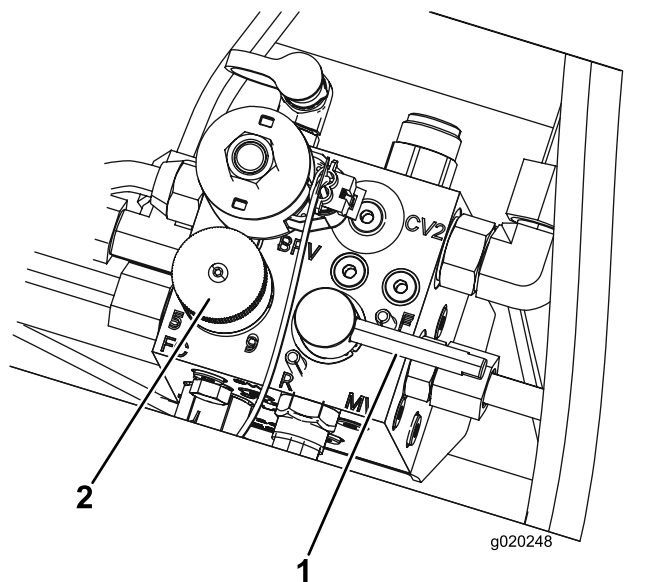

Figure 81
5. Réglez le bouton de commande de vitesse des cylindres à la position 1 (Figure 81).
6. Tournez le levier de rodage à la position R (rodage) (Figure 81).